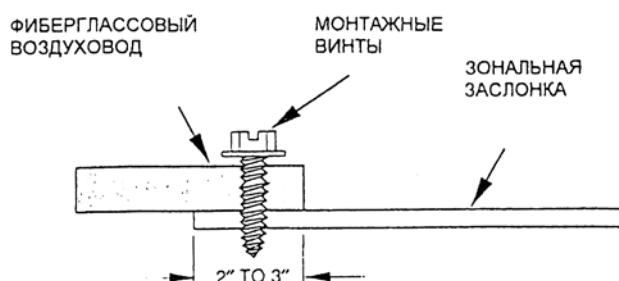

Рис. 7 – Прямоугольный фиберглассовый воздуховод
- Вставьте конец зональной заслонки в фиберглассового воздуховода на 2-3 дюйма (см. рис. 7).